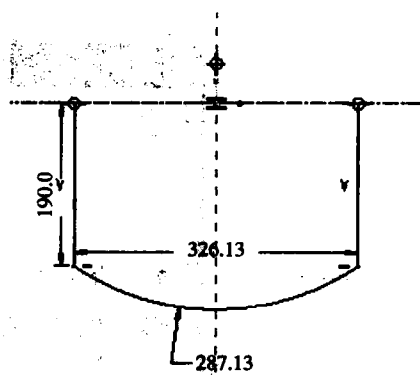

图 1.1.7
Step4: 单击“圆弧”图标  来草绘底部的曲线,在水平中心线下面,不需要太精确的尺寸,绘制大概的形状即可。然后单击“实线”的图标 , 从圆弧端到水平中心线草绘两条线。如图 1.1.7 所示。